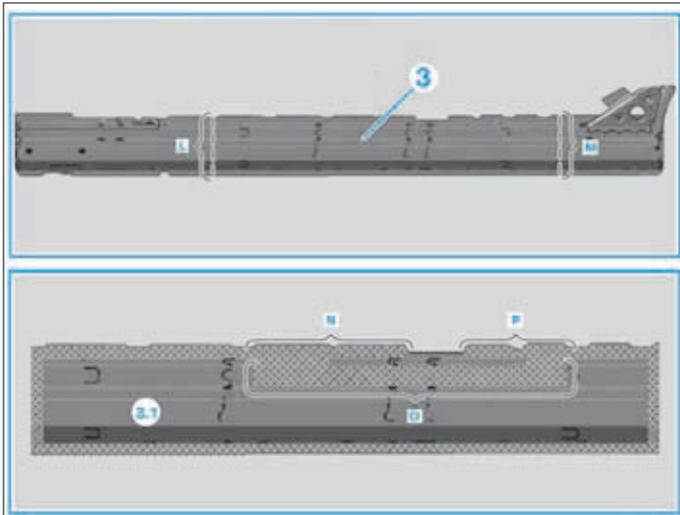

FIG. 79
- sur le longeron latéral (3) dans les zones (L et M) (Fig.79).